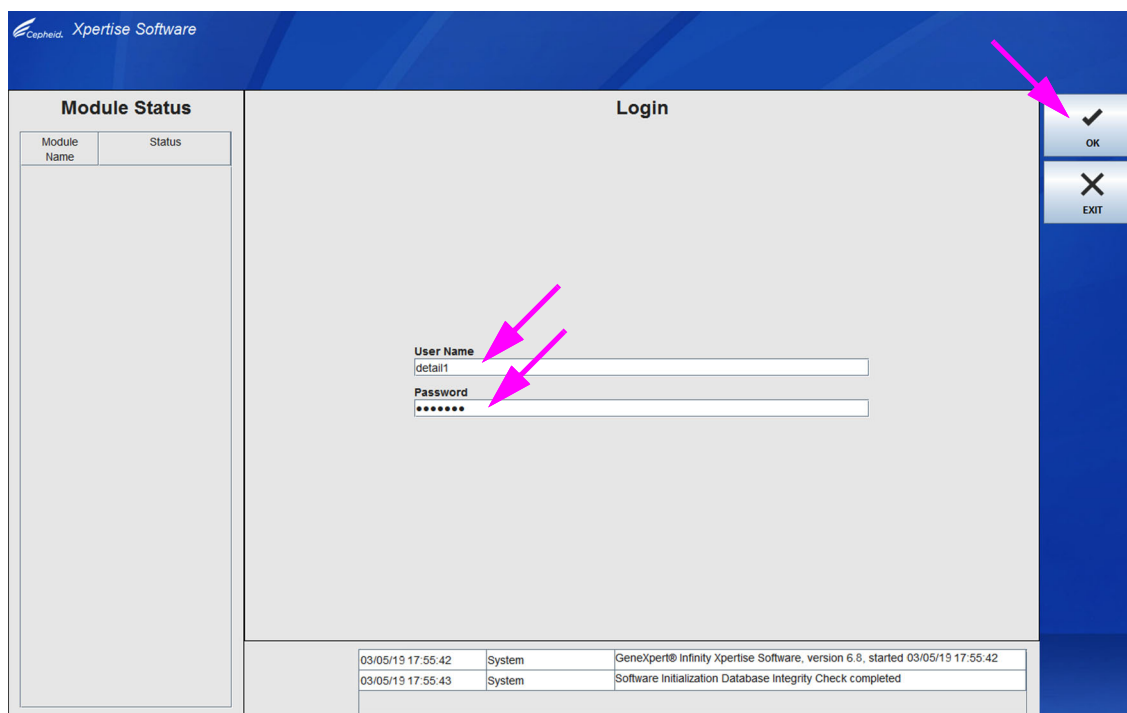
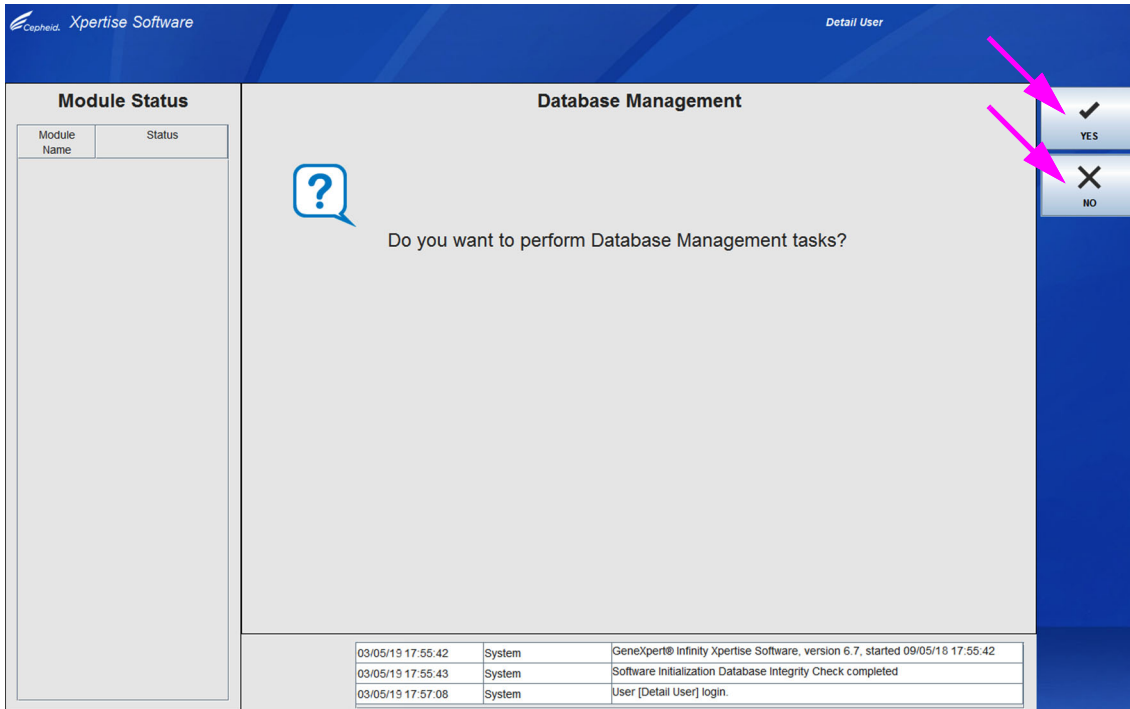
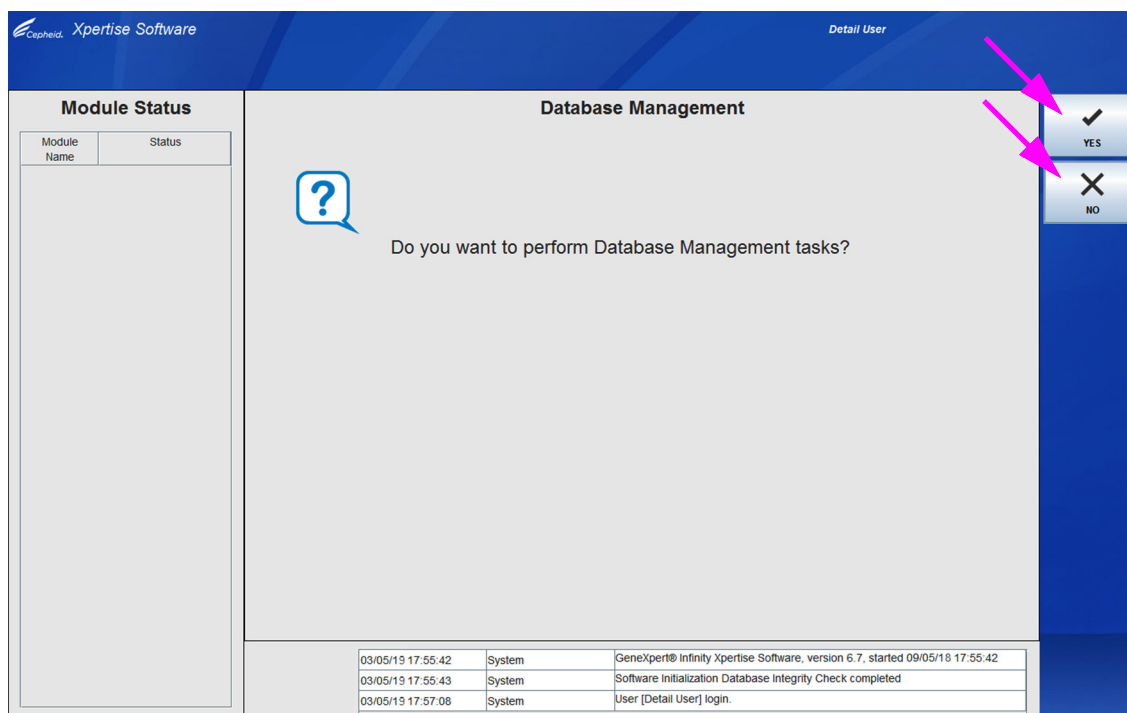

图 5-10. Xpertise 登录 (Login) 工作区
图 5-11. Xpertise 软件数据管理 (Data Management) 工作区
图 5-12. 数据库管理 (Database Management) 工作区
GeneXpert Infinity system 启动屏幕闪现 (参见图 5-9), 接着显示 Xpertise 登录 (Login) 工作区。请参见图 5-10。
每次启动 Xpertise 软件时，都会显示登录 (Login) 工作区并要求输入用户名和密码。请参见图 5-10。在**用户名 (User Name)** 框中，输入您的 GeneXpert Infinity system 用户名。在**密码 (Password)** 框中，输入您的密码。选择**确定 (OK)** 按钮以登录并启动软件。成功完成登录后，将显示数据库管理 (Database Management) 工作区。请参见图 5-11。
1. 如果没有勾选系统配置常规 (System Configuration General) 工作区中的**数据库管理提醒 (Database Management Reminders)** 框（请参见图 2-25），将不显示数据库管理 (Database Management) 工作区（请参见图 5-11）且不需要执行关于数据库的任何操作。软件将继续加载，您可以转到第 5.2.5.2 节继续执行启动程序。
2. 如果勾选了系统配置常规 (System Configuration General) 工作区中的**数据库管理提醒 (Database Management Reminders)**（请参见图 2-25），将显示数据库管理 (Database Management) 工作区（请参见图 5-11）并询问您是否想执行数据库管理任务。
- A. 如果在数据库管理 (Database Management) 工作区中选择了**否 (NO)**（请参见图 5-11），Xpertise 软件将继续加载，您可以转至第 5.2.5.2 节继续执行启动程序。
- B. 如果在数据库管理 (Database Management) 工作区中选择了**是 (YES)**（请参见图 5-11），将要求您选择要执行的任务（请参见图 5-12）。
根据用户的权限，数据库管理 (Database Management) 工作区中可能还有其他选项。请参见图 5-12。
3. 遵循工作区中的指示（请参见图 5-12）并选择**数据库备份 (DATABASE BACKUP)** 按钮。请参见第 5.7 节，**管理测试结果数据**，了解执行所需数据库管理任务的详细指示。
4. 完成数据库管理任务后，将显示确认工作区。选择**确定 (OK)** 按钮关闭确认工作区。
5. 选择**关闭 (CLOSE)** 按钮（请参见图 5-12）。继续执行第 5.2.5.2 节。